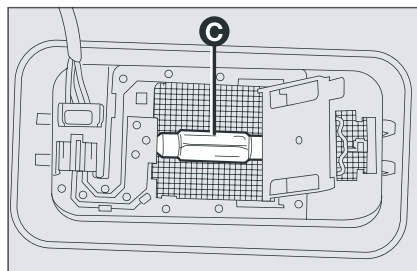

Рис. 34
- высвободите лампу **С** (рис. 34), вытянув ее из боковых контактов, и убедитесь, что новая лампа надежно закреплена между контактами;